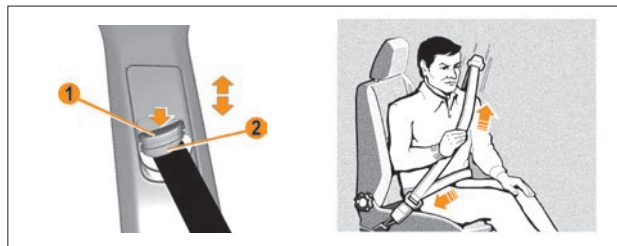

Рис. 2. Пристегивание ремня безопасности
- Чтобы отрегулировать положение диагональной ветви ремня относительно шеи (только для переднего ряда сидений) установите регулятор **2** (рис. 2) в одно из фиксированных положений так, чтобы верхняя часть ремня располагалась
Для перемещения регулятора вниз нажмите на клавишу **1** (рис. 2) и переместите регулятор. Перемещение регулятора вверх осуществляется без нажатия на клавишу. Завершив регулировку ремня безопасности, убедитесь, что он надёжно зафиксирован.